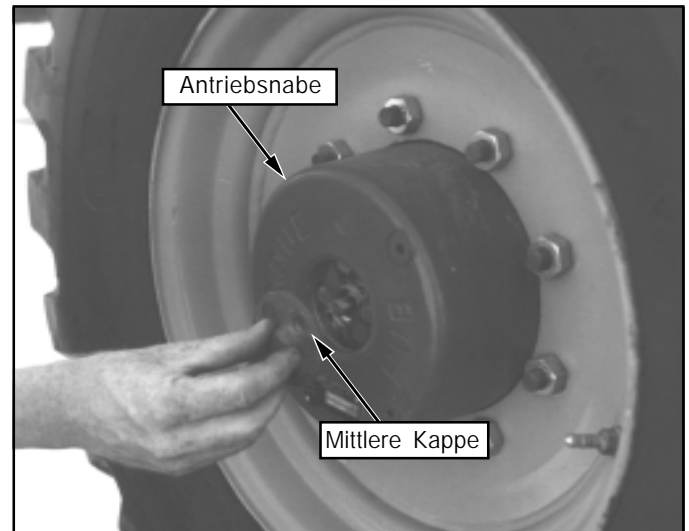

Abbildung 6: Entkoppeln der Antriebsnabe
3. Mit Bezug auf Abbildung 6 alle vier Antriebsnaben entkoppeln. Zwei Schrauben und die mittlere Kappe entfernen. Mittlere Kappe wieder in umgekehrter Richtung einbauen.